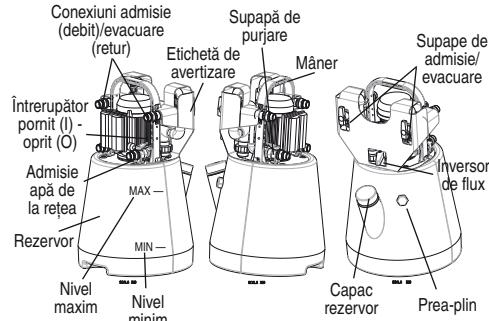

Figura 1 – Pomăpă detartrare RIDGID DP-24
- Prezența și lizibilitatea etichetei de avertizare (vezi Figura 1).
3. Deschideți capacul rezervorului și umpleți rezervorul cu soluție de detartrare pentru a vă asigura că carcasa rotorului pompei este imersată în timpul funcționării. Nu umpleți rezervorul peste nivelul Max, vedeti figura 1.